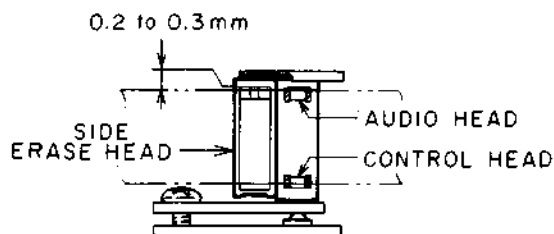

Fig. 7-8
1) Turn the NUT (a) for coarse A/C HEAD BLOCK height adjustment as in Fig. 7-8, 9.
1) Tournez l'écrou (a) pour un réglage approximatif comme dans la Fig. 7-8, 9.